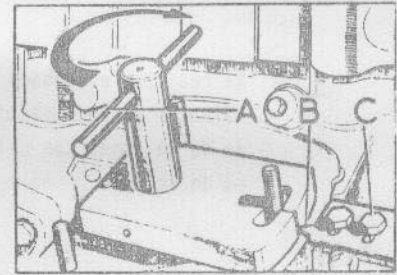

Fig. 88 - Indicador para puesta a punto
2. El indicador para puesta a punto, A (Fig. 88), se introducirá en el mecanismo de mando de la bomba, habiendo desmontado previamente el eje de enlace. Se girará dicho indicador en el sentido que señala la flecha, para eliminar el huelgo entre los dientes de los piñones. Manteniéndolo en esta posición, se aflojarán los tornillos, C, si fuese necesario, que fijan el índice de referencia, B, de puesta a punto, y se desplazará éste lo necesario para hacerlo coincidir con la marca de referencia del indicador, A.